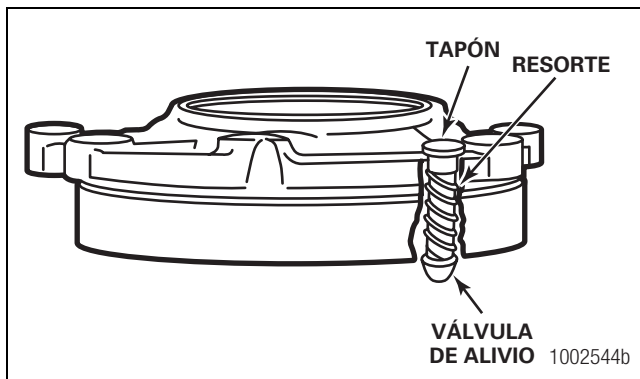

Figura 5.72
- D. Si está desmontado, instale la válvula de alivio de presión en la jaula del cojinete de entrada. Instale en el hueco la válvula de alivio, el resorte y el tapón. Apriete el tapón a 20-40 lbs-pie (27-54 N•m). Figura 5.72. ⚠